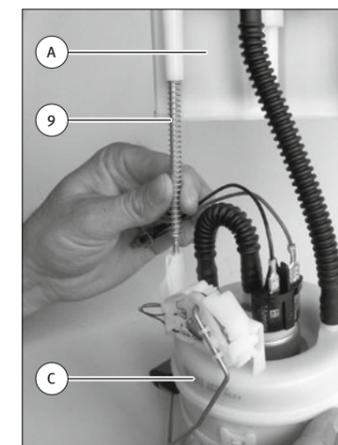

Abb. 7/ Fig. 7/ Puc. 7/ 图7
- Slide both of the supplied springs onto the guide rods (9) (fig. 7).
- Push the guide rods (9) into the channels until the latches catch (3).
- Plug the sender unit (4) plug (5) and the fuel pump plug (6) into the flange cover (A). The plugs must not be confused with one another.
- Glisser les deux ressorts fournis sur les tiges de guidage (9) (Fig. 7).
- Glisser les tiges de guidage (9) dans les guidages jusqu'à ce qu'elles prennent dans les pièces d'arrêt (3).
- Brancher la fiche (5) de l'indicateur de niveau (4) et la fiche (6) de la pompe à carburant sur le couvercle à bride (A). Les fiches ne peuvent pas être confondues.